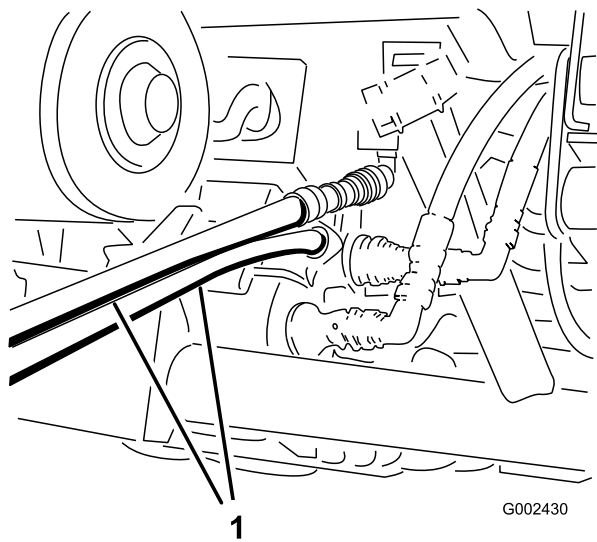

Figura 94
4. En el otro vehículo, conecte las dos mangueras al acoplamiento que permanece todavía en el soporte de acoplamiento (conecte la manguera superior al acoplamiento superior y la manguera inferior al acoplamiento inferior) (Figura 94).